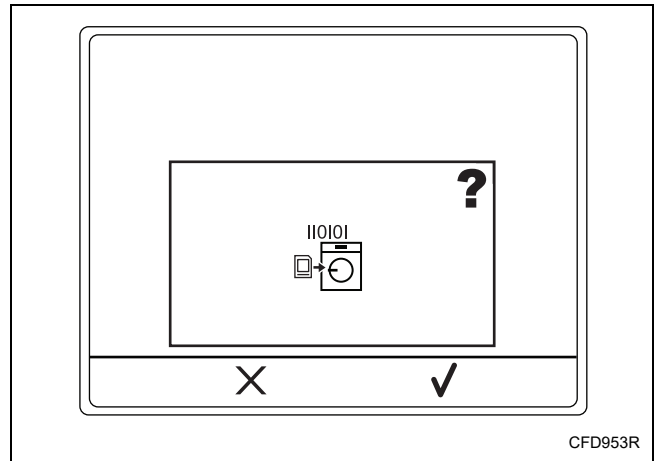

Figure 60
1. Annuler le chargement et remplacer en appuyant sur la touche sous le X. Se reporter à la *Figure 60*.
2. Confirmer en appuyant sur la touche sous l'icône Check (le crochet). Se reporter à la *Figure 60*.